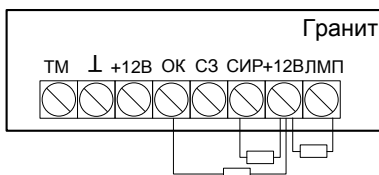

Рисунок 4.3 – Схема подключения резисторов
**Внимание!** Даже если вы не используете выходы ЛМП, СИР и ОК для корректной работы прибора необходимо установить все резисторы, указанные на схеме, см. рис. 4.3.